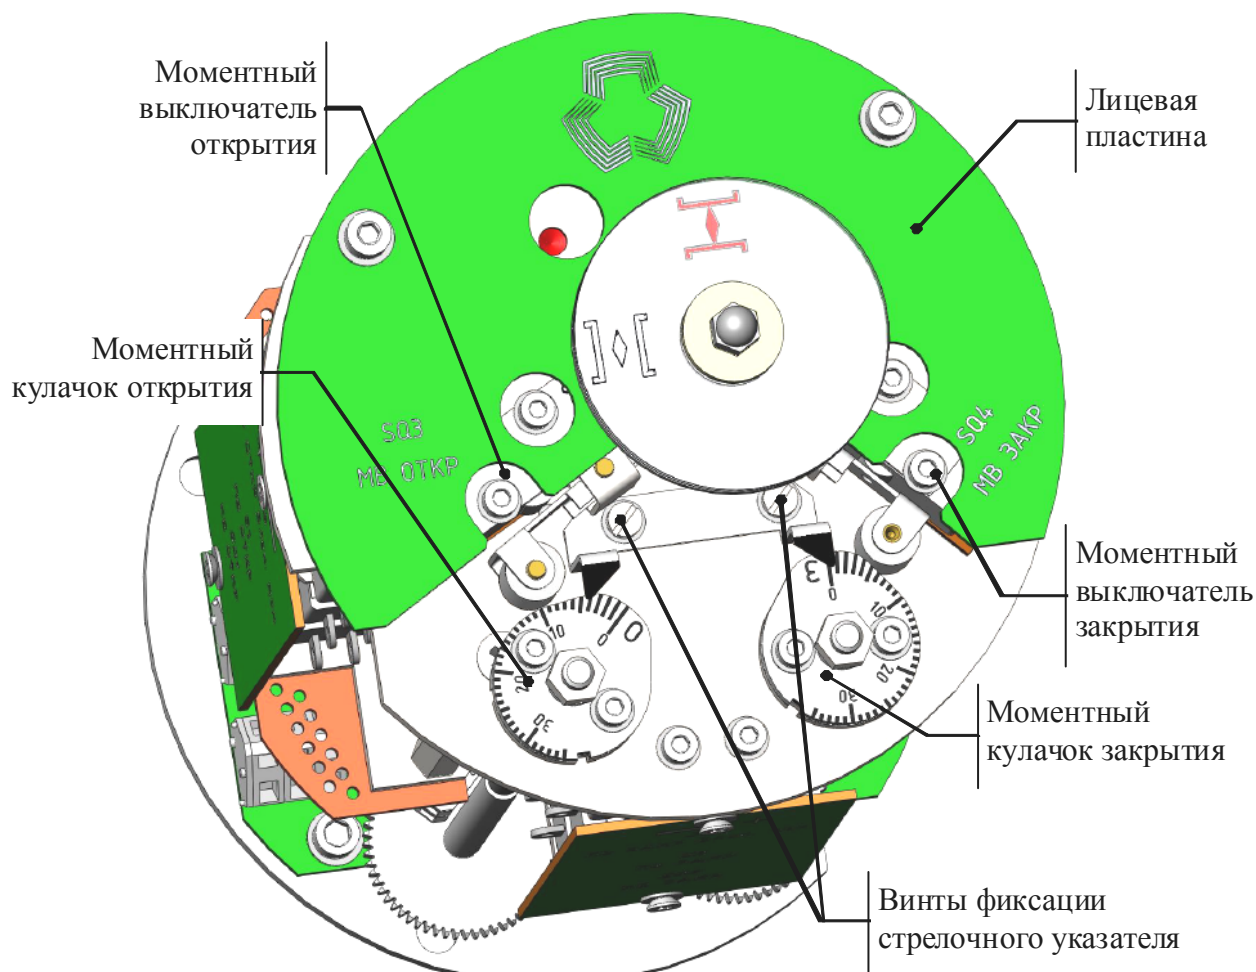

Рисунок 16 – Узел моментных выключателей
- в) надавите на моментный кулачок до выхода из зацепления шестерни моментного кулачка с центральной шестерней (рисунок 16);